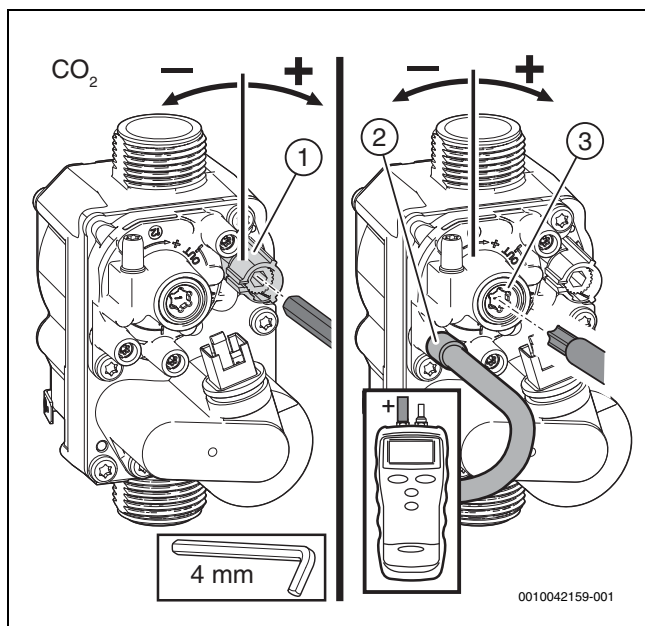

Fig. 46 Réglage du bloc gaz
- Retirer le scellé sur la vis de réglage du bloc gaz (bloc gaz en bas uniquement dans la fig. 46) et régler la teneur en CO₂ ou en O₂ pour une puissance thermique nominale minimale.